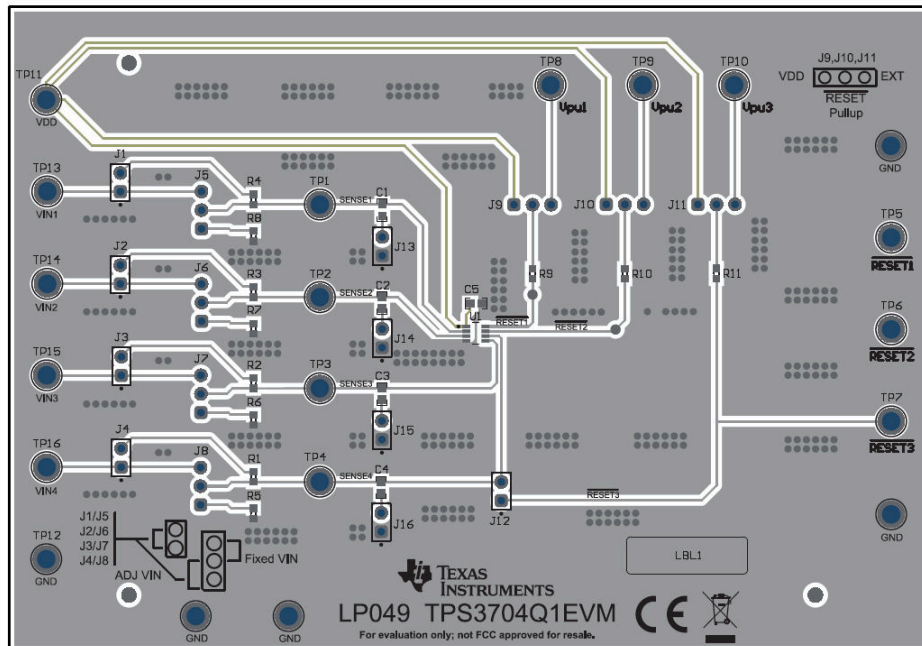

图 3-1. 布局 - 顶层
表 3-2 列出了 TPS3704Q1EVM 上的跳线。EVM 将按顺序安装十六 (16) 个跳线。提供图 3-1 作为直观的辅助手段。